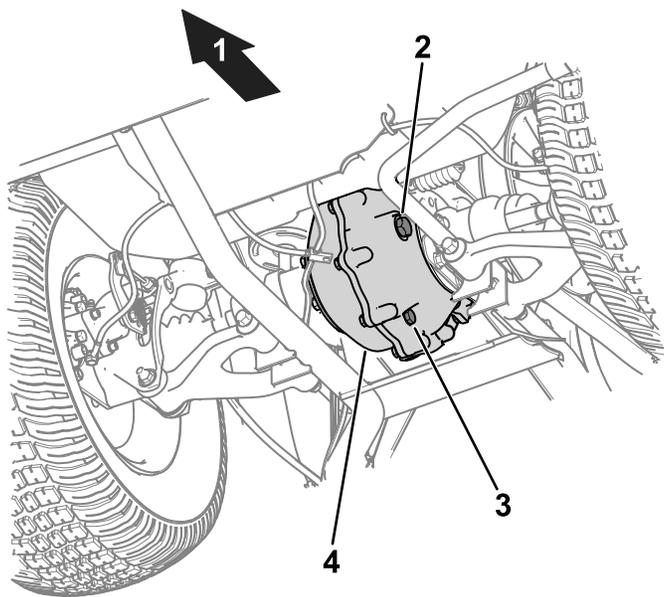

図 48
1. トランスアクスルについている補給プラグを外す(図 48)。
2. オイルの量が少ない場合は、補給プラグを取り、穴からあふれ出てくるまで所定のオイルを補給する(図 48)。
1. ドレンプラグの下にオイルを受ける容器をおく(図 48)。
2. 補給プラグを抜く(図 48)。
3. ドレンプラグ(図 48)を外して内部のオイルを全部排出する。